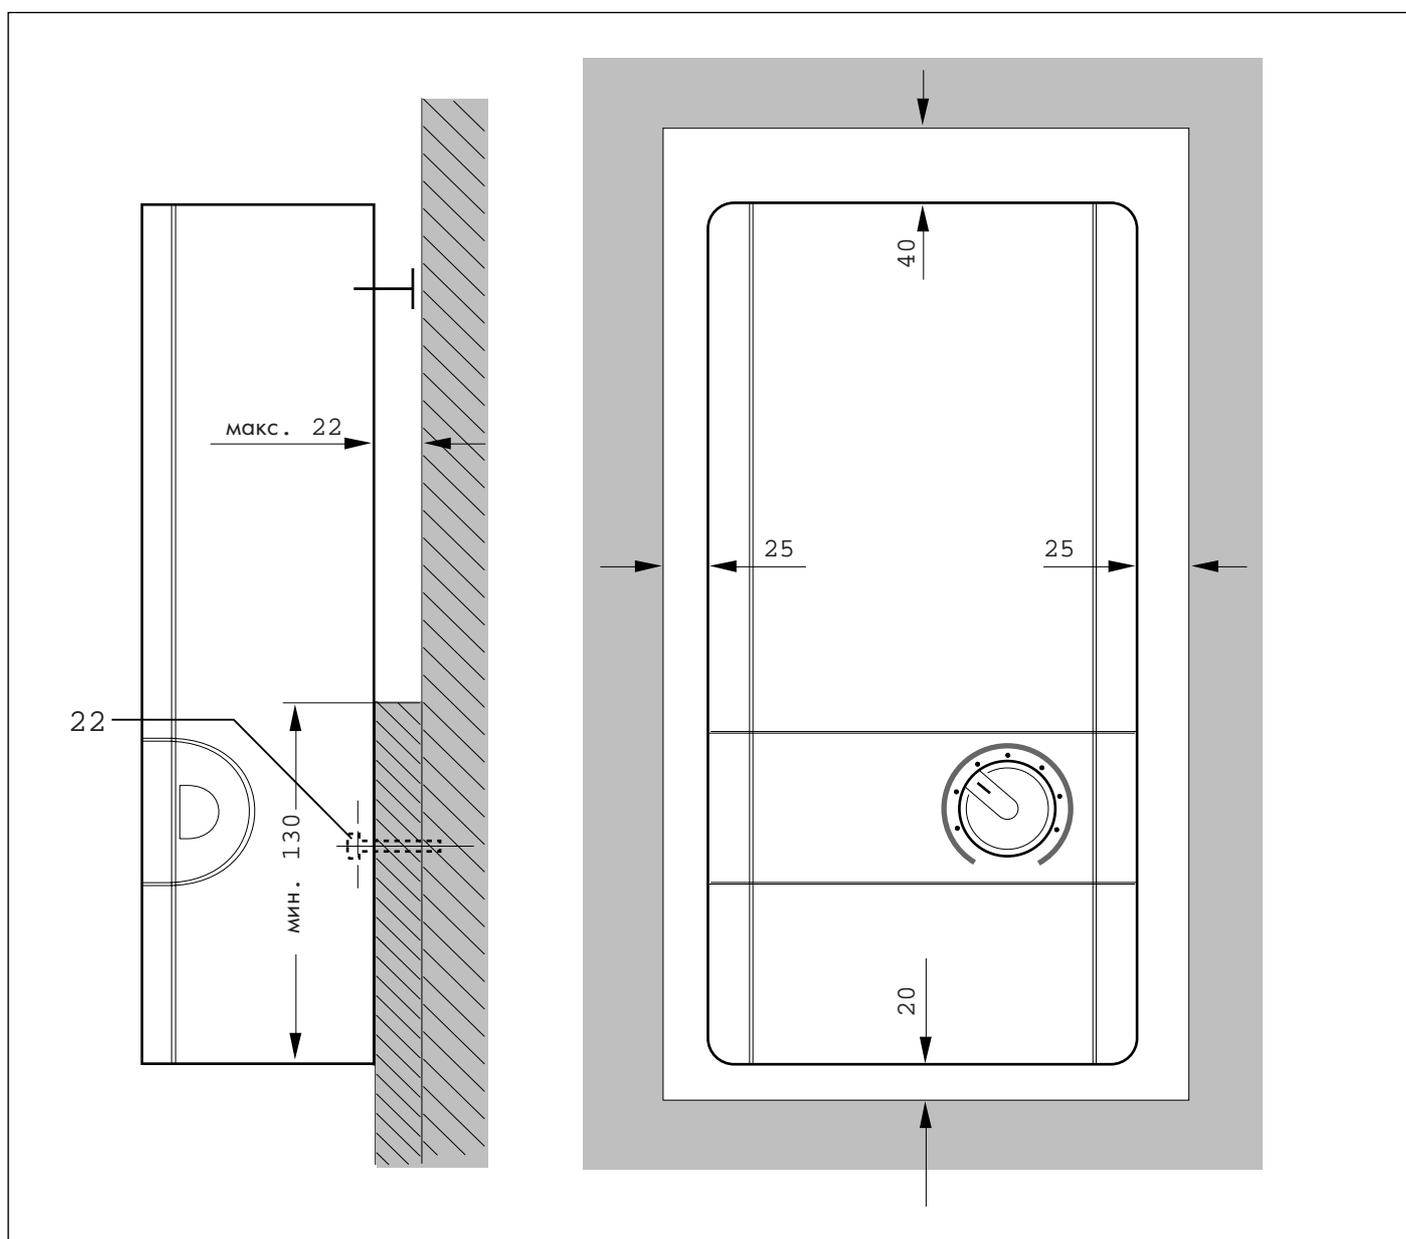

Рис. 5.1 Место установки прибора с минимальными отступами от предметов в мм
При этом должны соблюдаться минимальные отступы прибора от других предметов, согласно рис. 5.1 .
**Легенда к рис. 5.1**
Водонагреватель VED .../4 EP устанавливается вертикально – как показано на рис. 5.1. Для удобства к водонагревателю VED .../4 EP прилагается монтажный шаблон. Отступ от стены должен составлять не более 22 мм; поверхность стены, к которой крепится нижняя часть водонагревателя, должна иметь высоту не менее 130 мм.